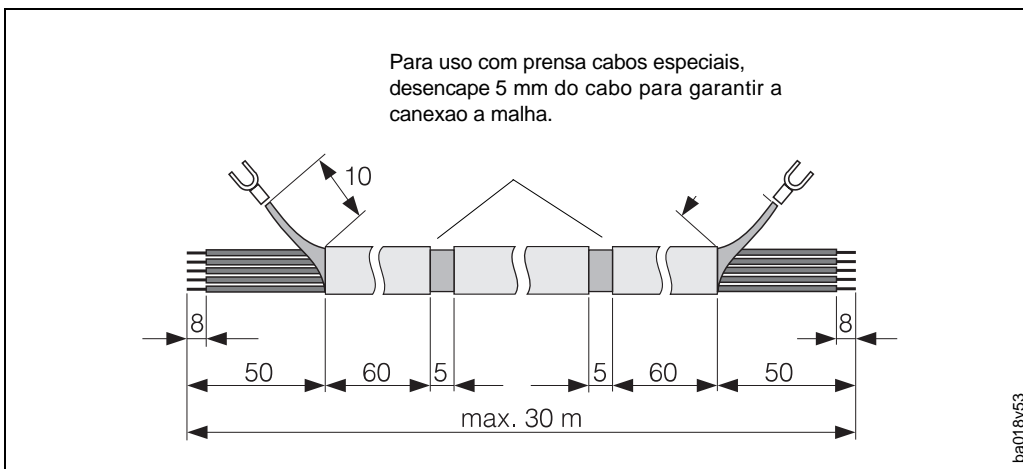

Fig. 21: Instrucoes para preparacao do cabo entre o transmissor remoto e o sensor
2. Empurre o cabo de sinal (posicionado conforme a Fig. 21) até o uma distância apropriada. Dentro do presa cabo ha duas arruelas e uma bucha, com que o contato com a malha do cabo e feita. Quando abrir o presa cabo e remover a aborracha interna, tome cuidado para que estas partes não se percam.
Para preparacao do cabo observe a Fig. 21.